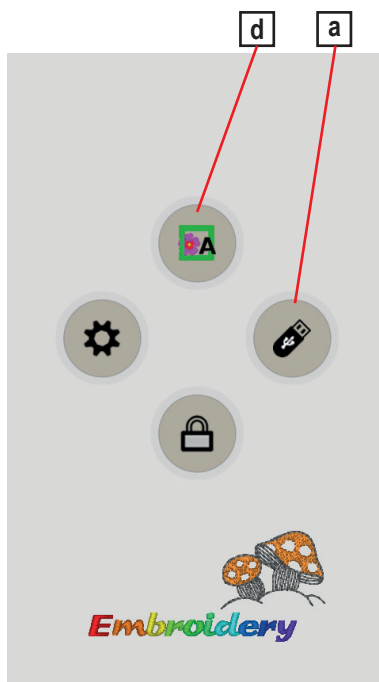
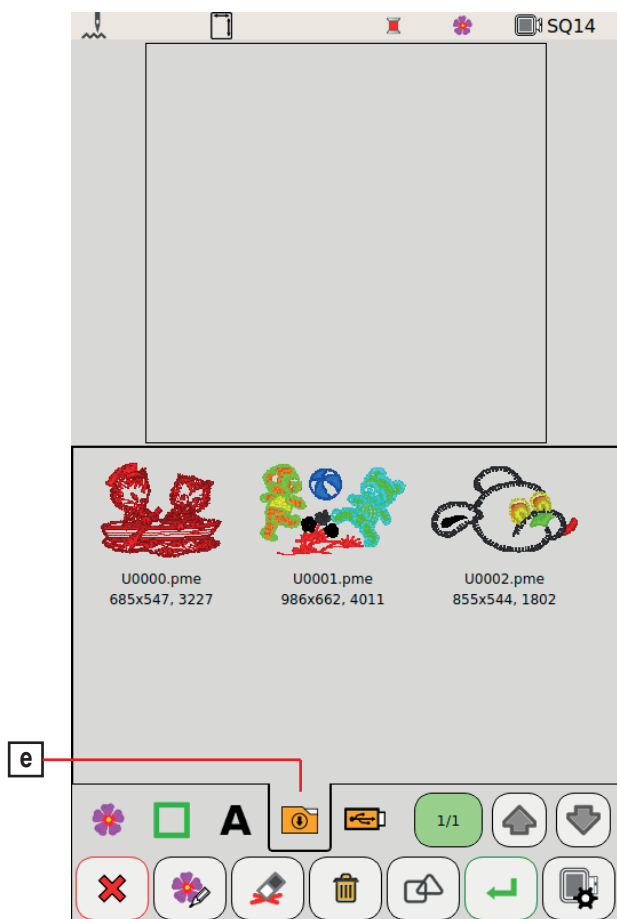
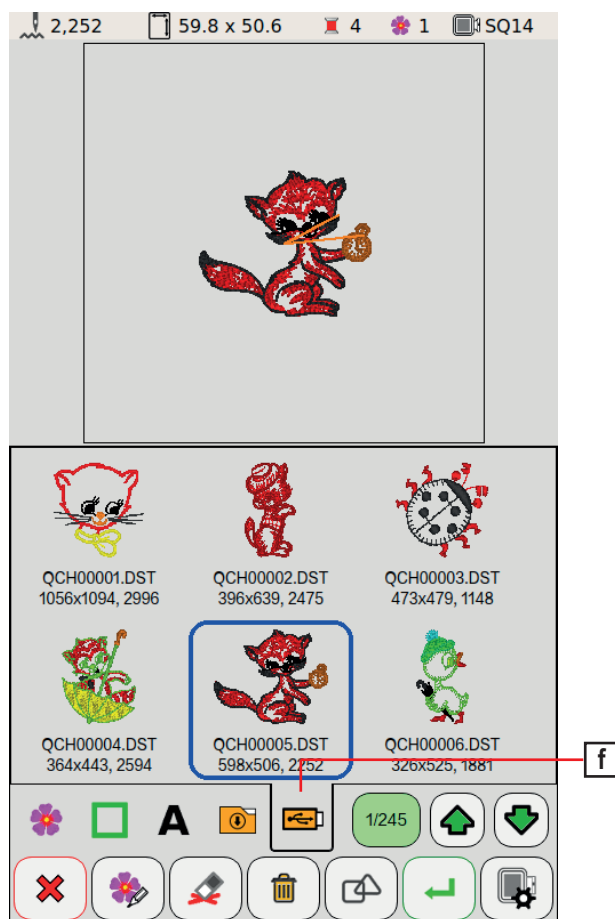

FIGURA 11
FIGURA 13
FIGURA 14
- (2) Ligue a máquina e ao acessar a tela inicial, entre na opção para acessar os arquivos do pen drive, conforme indicado pela letra "a" na Figura 11. Então, selecione um ou mais desenhos que deseja importar.
- (4) Após importar os arquivos desejados, pressione a tecla retornar ("c") para voltar a tela inicial, e agora clique para acessar os bordados da memória, indicados pela letra "d" (Figura 11). Você será direcionado para a tela da Figura 13, abaixo.
- (5) Clique no botão indicado pela letra "e" para acessar os bordados importados na memória, e selecione o desenho desejado.
Para acessar os bordados direto do pen drive, sem importa-los para a memória, na tela inicial (Figura 11), pressione a tecla “d” e então a tecla “f”, conforme indicado na Figura 14. Assim, você poderá enviar o desenho que está no pen drive diretamente para bordar.